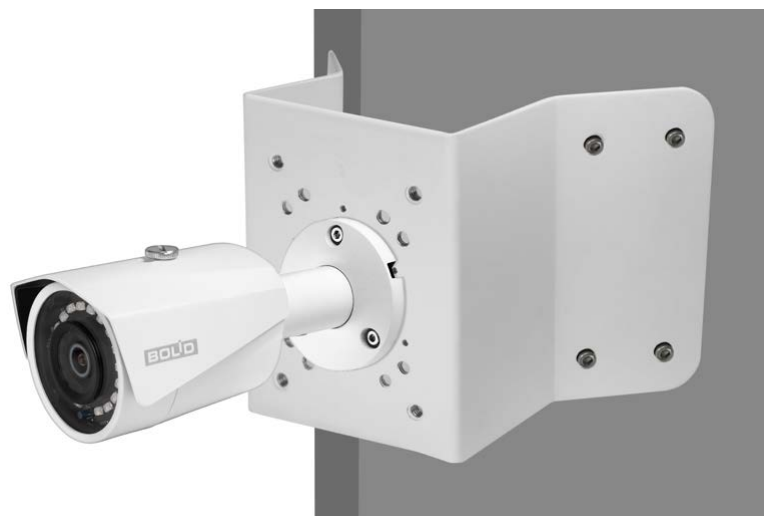

Рисунок 5.9 — Монтаж видеокамеры на угловом кронштейне BR-102
3. С помощью анкерных болтов из комплекта поставки закрепите угловой кронштейн с видеокамерой на установочной поверхности (Рисунок 5.9).